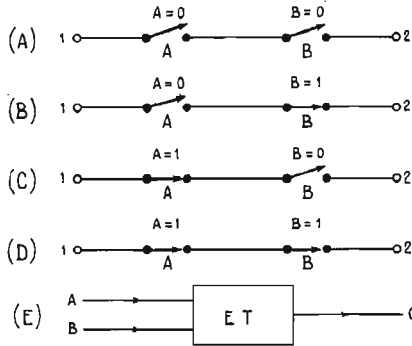

FIG. 3
Le dispositif ET à deux interrupteurs est symbolisé comme le montre la figure 3 (E) par un rectangle ET, avec entrées A et B et sortie C.